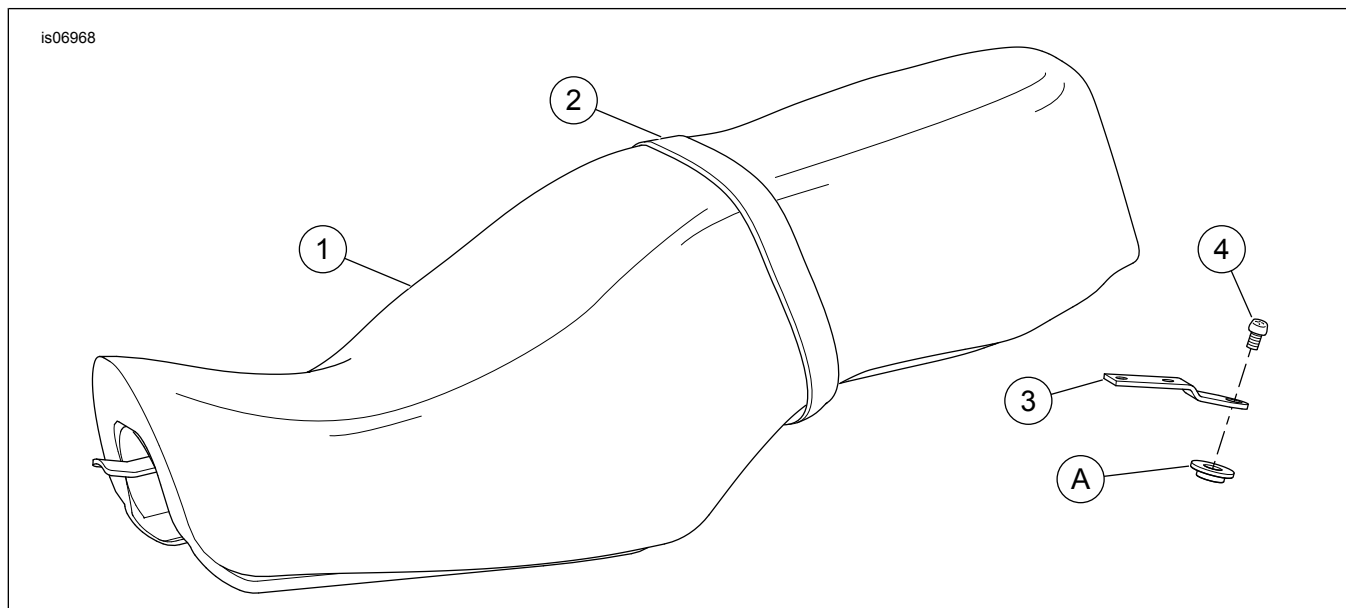

Figura 3. Peças de reposição: Assento XL
Veja Figura 3 e Tabela 1.
- Incline a parte dianteira do novo assento no lugar, para que a lingüeta (1) encaixe na ranhura no local da montagem traseira do tanque de combustível.
- Pressione o assento para frente e gire a sua parte traseira para baixo até que faça contato com o quadro. Flexione o assento ligeiramente na parte central e deslize-o na direção da parte traseira para que a ranhura do furo da chave (2) na parte inferior do assento encaixe com a coluna central do assento na estrutura.
- Veja Figura 3. Puxe o assento para cima na parte central para certificar-se de que esteja travado no lugar. (Haverá um pequeno jogo, mas o assento deve subir apenas cerca de 1 cm e então será preso firmemente no lugar pela coluna central do lado de baixo do assento). Se o assento não ficar firme no lugar, repita o passo 2 até o assento ficar firme no lugar. Se necessário, consulte o Manual do proprietário para obter mais instruções sobre a colocação do assento.
- Instale o parafuso de montagem do assento (4) e prenda o suporte de montagem do assento (3) na parte superior do pára-lama traseiro.